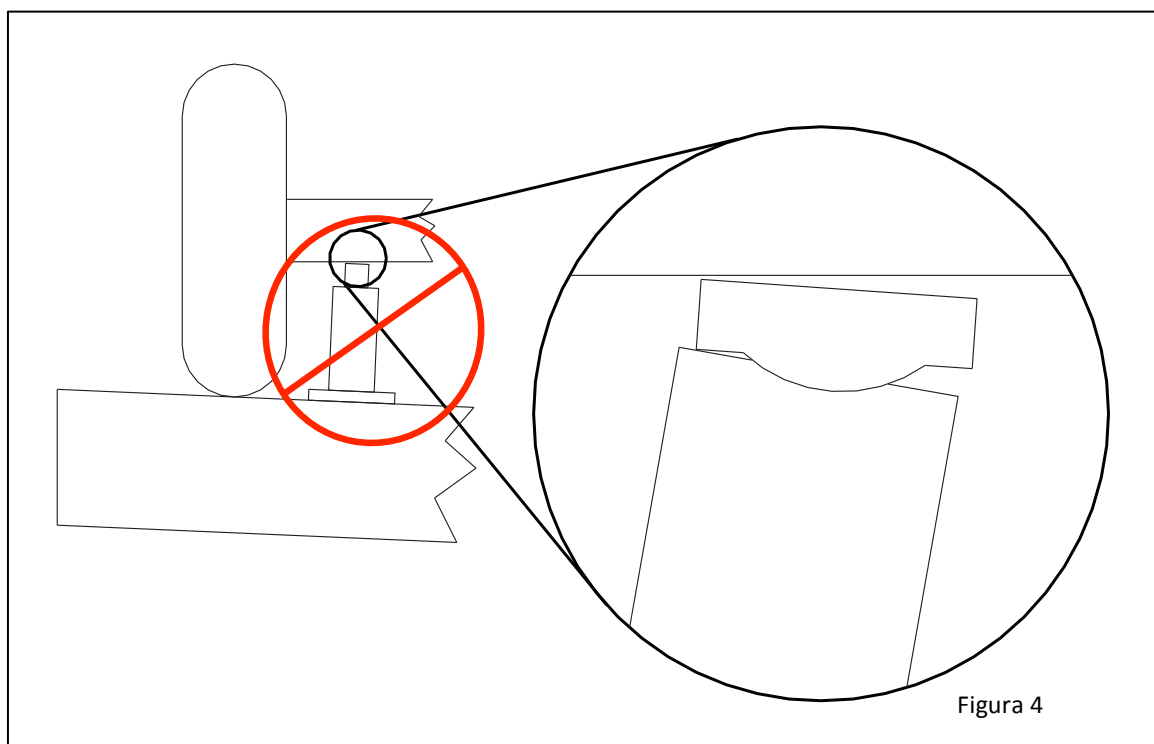

Figura 4
2. No utilice el gato en suelos que no estén nivelados. (Véase figura 4)